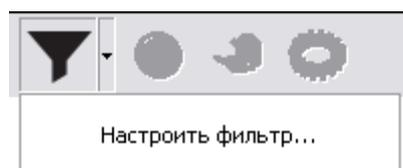

Рис. 134
1. Нажмите на кнопку  справа от кнопки **Включить фильтрацию**  и выберите команду **Настроить фильтр** (Рис. 134). После этого откроется окно **Фильтр регламента** (Рис. 135).